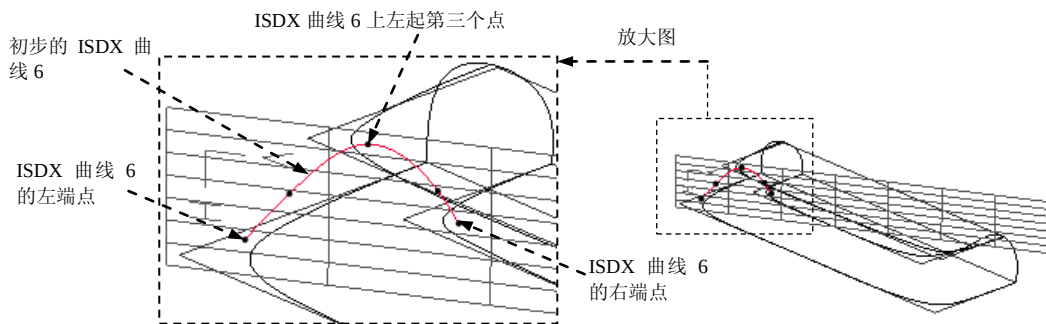

图 8.8.49 创建初步的 ISDX 曲线 6
(3) 创建初步的 ISDX 曲线 6。单击 **样式** 功能选项卡 **曲线** 区域中的“曲线”按钮 。单击操控板中的  按钮。绘制图 8.8.49 所示的初步的 ISDX 曲线 6, 然后单击操控板中的  按钮。